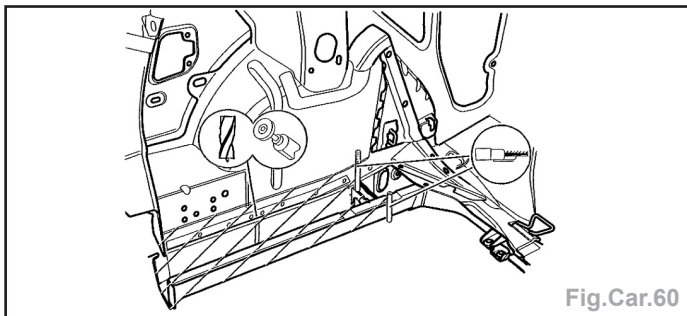

Fig.Car.60
- Tracer, puis découper à l'aide d'une meule assiette ou d'une scie alternative (Fig.Car.60).